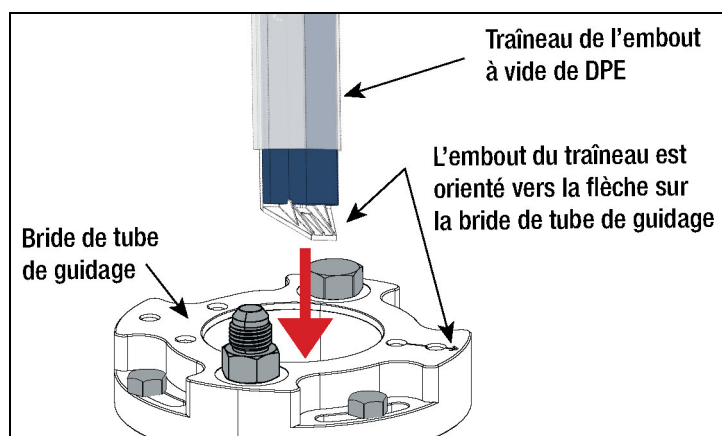

Figure 9. Installation du DPE
2. Sur la bride du tube de guidage, déroulez l'assemblage de tube du DPE tout en poussant le DPE vers le bas dans la bride du tube de guidage (voir Figure 9). Continuez à dérouler/pousser l'assemblage de tube jusqu'à ce que la bride du DPE repose contre la bride du tube de guidage. Comme le tube de guidage est verrouillé dans la direction souhaitée, le côté rectangulaire de la tubulure du DPE suit le tracé souhaité jusqu'au centre du bas de la cuve.